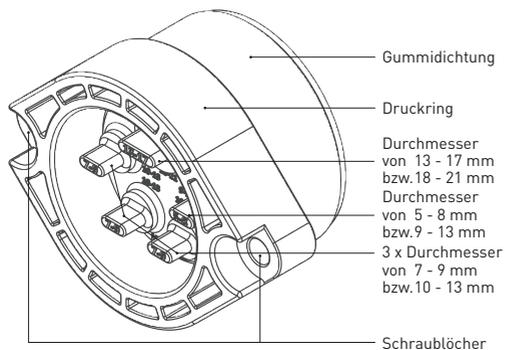

Abbildung 16.2: **PSI WalliN W NFE Bauherrenpaket Wand Dichteinsatz - Telekommunikation** - Blindstopfen mit Durchmessern
- Entfernen Sie die Blindstopfen des **PSI WalliN W NFE Bauherrenpaket Wand Dichteinsatzes - Telekommunikation** - entsprechend der ermittelten Durchmesser (s. Abbildung 16.2).